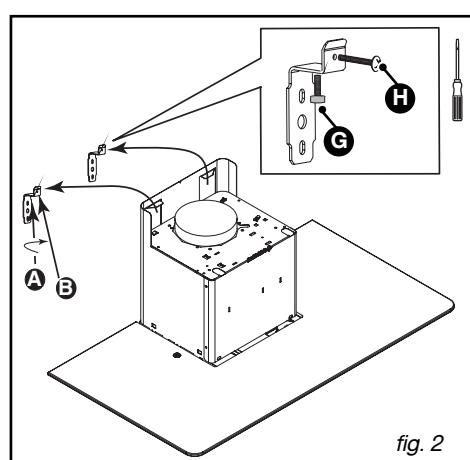

fig. 2
- Hang de afzuigkap met behulp van de twee rechthoekige uitsparingen aan de 2 hoekijzers (fig. 2).
- Zet de terugslagklep op de motoruitgang (fig. 2). Hiermee wordt voorkomen dat lucht van buiten naar binnen komt.